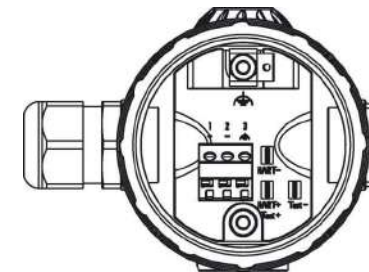

Рисунок 13 - Маркировка кабельного соединителя преобразователя с кабельным вводом
13.5.3 Чтобы подключить кабель к преобразователю, открутите заднюю крышку корпуса (см. рисунок 5). Пользуясь маркировкой кабельного соединителя на плате преобразователя (см. рисунок 13), произведите подключение согласно таблице 14.
| Примечание - Преобразователи могут быть заземлены с помощью вывода 3 разъема или через внутренний зажим заземления (см. рисунок 13). | |